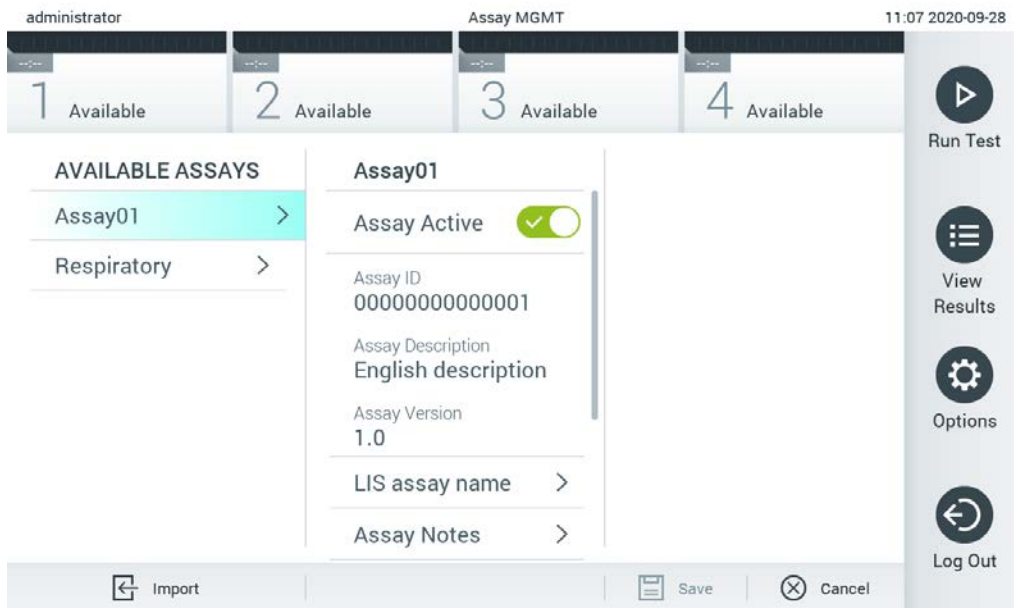

Figura 67. Activarea testului.
7. Testul devine activ prin selectarea Assay Active (Test activ) (Figura 67).